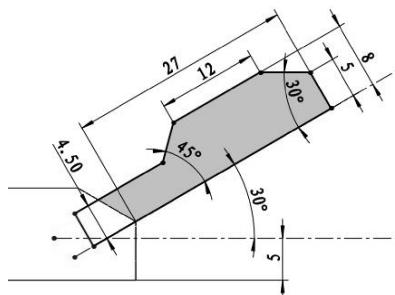

图 3-111 绘制草图
- 单击【旋转凸台/基体】按钮，选择前视基准面作为草图平面，进入草绘环境中，绘制如图 3-111 所示的草图曲线。